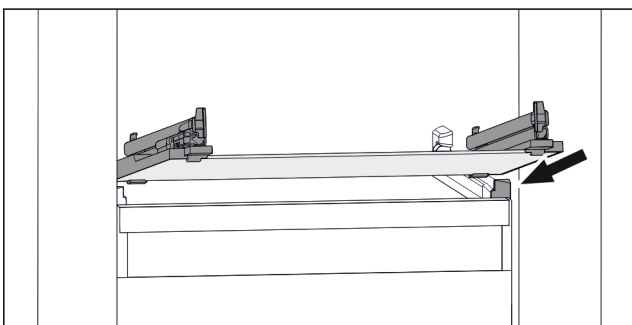

Fig. 124 Beispielhafte Darstellung der Glasplatte
- ▶ Glasplatte schräg hinter den Stopperrn aufsetzen. (siehe Fig. 124)